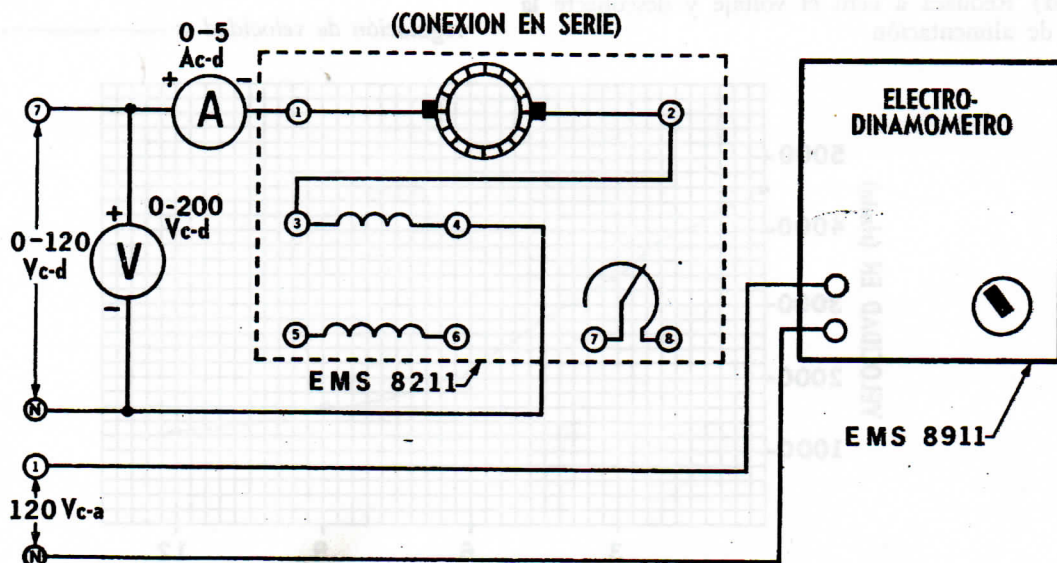

Figura 25-1
1. Conecte el circuito ilustrado en la Figura 25-1 utilizando los Módulos EMS de fuente de energía, motor generador de c-d, medición de c-d y electrodinamómetro.